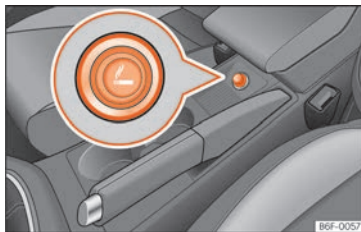

**Fig. 160** Accendisigari.
- Premere il pulsante dell'accendisigari »» **fig. 160** per attivarlo »» ⚠.